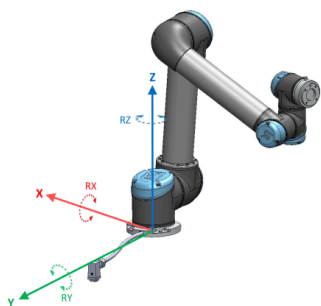

Figure 13.1: Деталь Основание
- Деталь основания определяется с помощью начальной точки в центре основания робота (см. рис. 13.1)